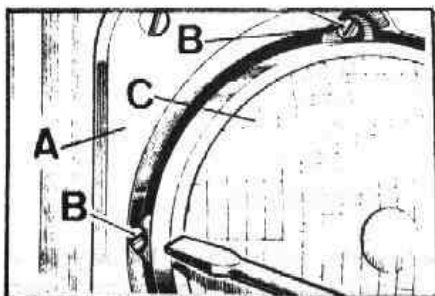

Fig. P-7 Ajuste del faro delantero
- 2.2. Continuar el montaje en orden inverso a su desmontaje, teniendo en cuenta - al posicionar el bisel, A (Fig. P-7) alinear las muescas para permitir el - acceso a los tornillos, B, de ajuste del faro, C. (Solo tipo KIMBY o HELLA).